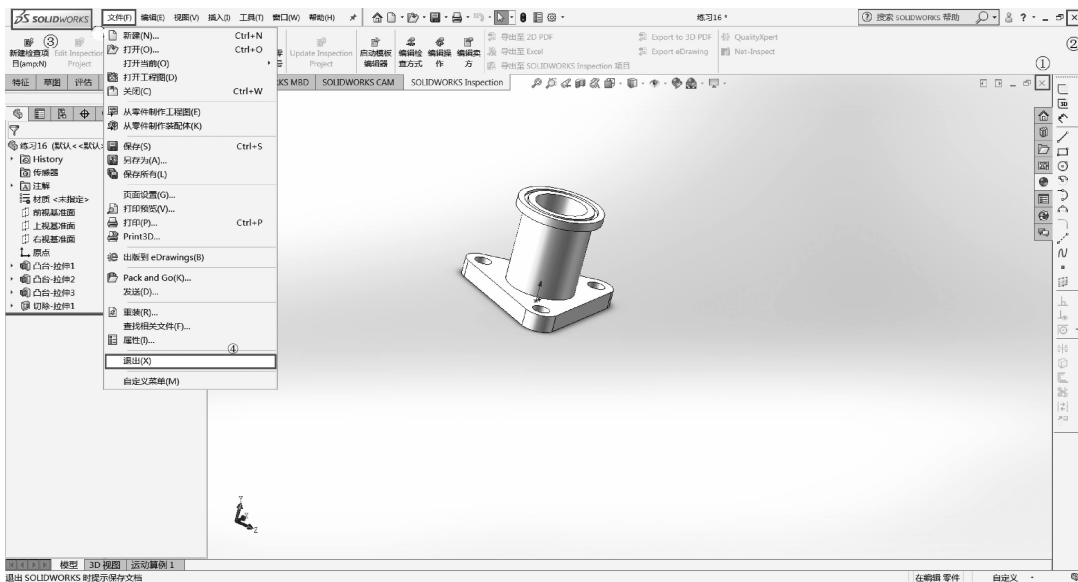

图 1-16 关闭文件和退出 Solidworks
关闭文件的方法是单击绘图区右上角的【关闭】按钮 $\times$ ,如图 1-16 中的①所示;或者按组合键【Ctrl+W】。
退出 Solidworks 的方法是单击窗口右上角的【关闭】按钮 $\times$ ,如图 1-16 中的②所示;或者单击窗口左上角的徽标按钮 $\bar{\omega}$  SOLIDWORKS,如图 1-16 中的③所示;或者选择【文件】|【退出】命令,如图 1-16 中的④所示。